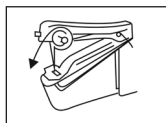

Abb. 11
- 2] Führen Sie den Faden über die Spannungsregelung zwischen die beiden silberfarbenen Scheiben (*siehe Abb. 11*).